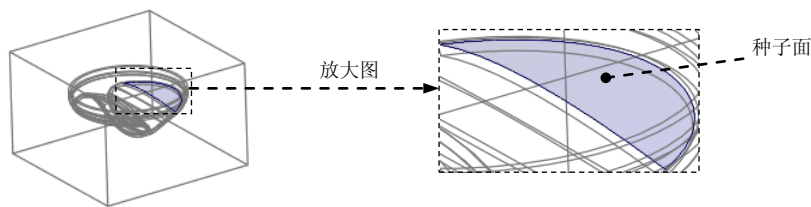

图 11.17 定义种子面
(1) 采用“种子面与边界面”的方法选取所需要的曲面。在屏幕右下方的“智能选取栏”中选择“几何”选项。
(2) 将模型切换到线框模式下。在“模型显示”工具栏中单击“线框显示”按钮  线框。
(3) 选取图 11.17 中的内表面为种子面。